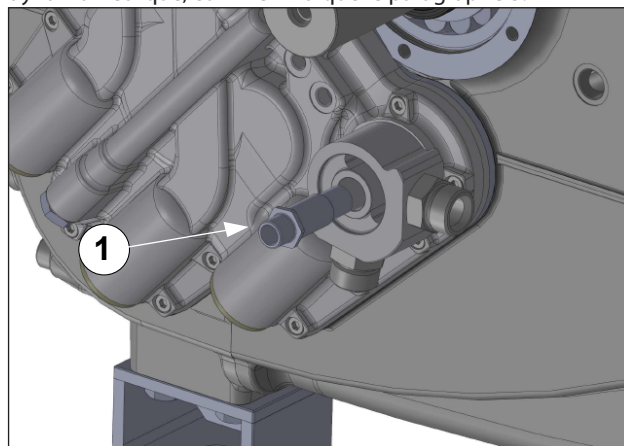

Fig. 130
Visser les deux coudes de raccord sur les tuyaux de l'échangeur (rep. ①, Fig. 130) et les serrer avec une clé dynamométrique comme l'indique le paragraphe 3.